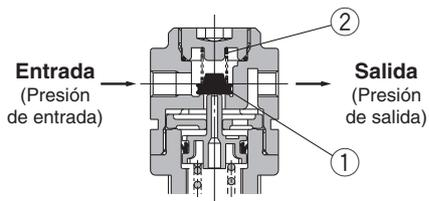
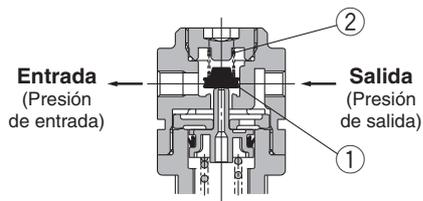

Figura 1
Figura 2
Cuando la presión de entrada supera la presión de regulación, la válvula antirretorno funciona como un regulador normal (figura 1). Cuando la presión de entrada (P1) se cierra y se descarga, toda presión aplicada a la válvula ① se perderá. La fuerza de la válvula de asiento ① se debe sólo al muelle de la válvula ②. Cuando la válvula ① se abre mediante la fuerza de salida, la presión de salida se evacua en el lado de entrada. (figura 2)
Cuando la presión de entrada se cierra y se evacua, la válvula antirretorno ② se abre y la presión de la cámara del diafragma ① se evacua hacia el lado de entrada (figura 2).